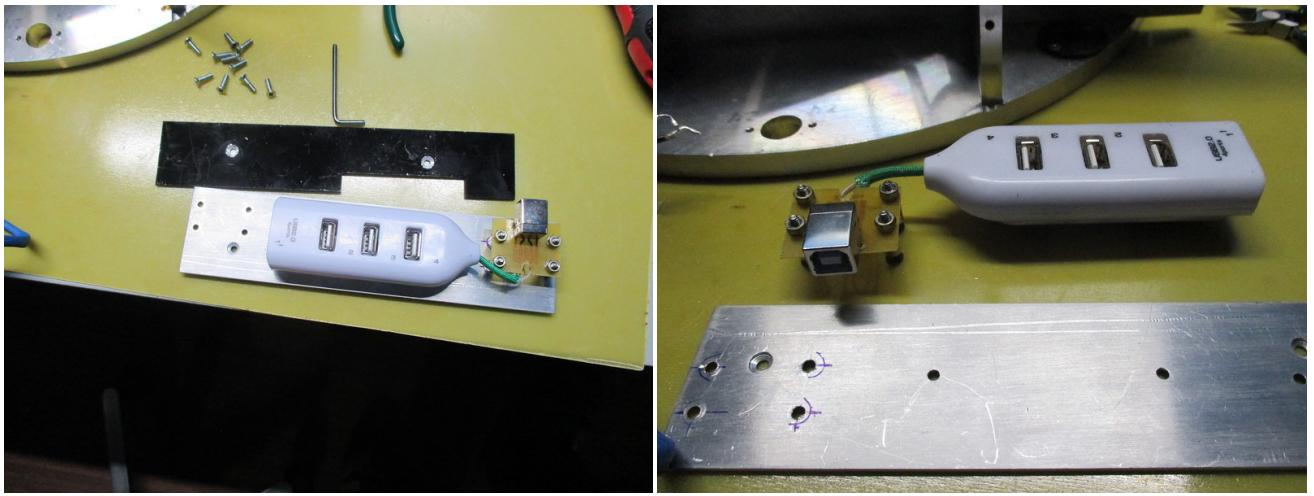

Рис. 23: Снятие боковых накладок и отключение USB-концентратора.
**10.** Отсоединить всю доступную проводку. Открутить винты, крепящие боковые накладки к фланцу прибора (см. рис. 23). С левой накладки снять USB-концентратор и входной разъем USB.